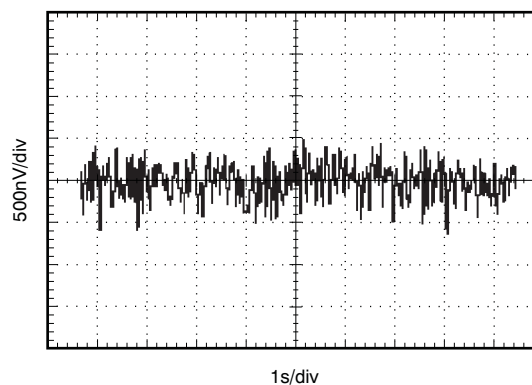

Figure 16. 0.1-Hz TO 10-Hz NOISE
0.1-Hz TO 10-Hz NOISE	Figure 16